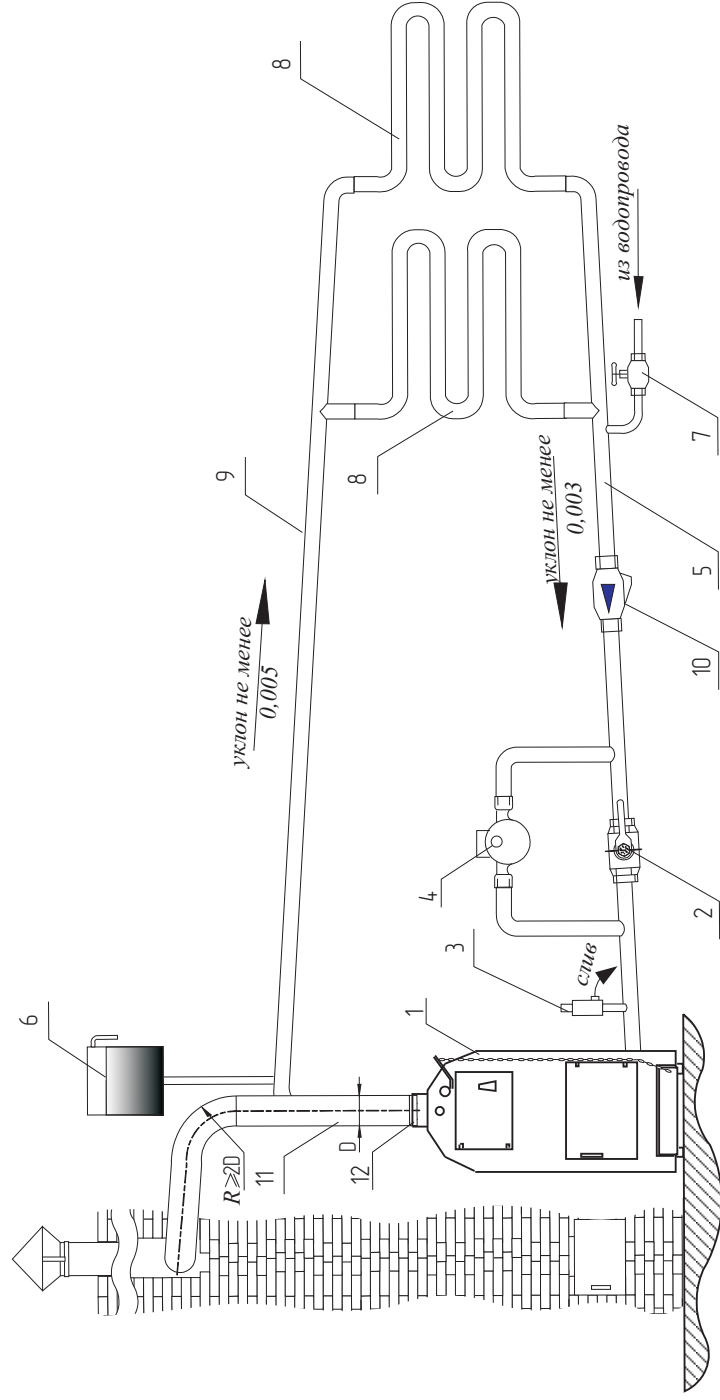

Рис. 1. Рекомендуемая схема разводки трубопроводов системы отопления
6.6. Присоединить трубу дымоотводящего канала (поз.11 рис.1) к обечайке дымохода котла (поз.12 рис.1). Место присоединения промажьте глиняным или цементным раствором.
6.7. По своим конструктивным данным при правильно организованной системе отопления, котел может работать в условиях естественной циркуляции теплоносителя (без насоса). В случае установки котла в отдельном помещении, или выше нижней точки обратного трубопровода, монтируйте систему отопления как показано на рис.1 (с насосом).
6.8. Согласно Рис.1 установите распределитель с циркуляционным насосом (поз.4). Насос устанавливается на трубопровод, имеющий надежное заземление. Перед включением в сеть проверить состояние изоляции токоведущего кабеля, целостность и исправность переключателя скоростей.
6.10. На распределителе установлен кран ДУ-50 (поз.2 рис. 1). При работающем насосе кран должен находиться в закрытом состоянии. При отсутствии электроэнергии насос останавливается. Для перехода на естественную циркуляцию воды по отопительной системе необходимо открыть кран и выключить насос.
6.11. В верхнюю точку трубопровода отопления присоединяется расширительный бак (поз.6 рис. 1). Подбор расширительного бака необходимо вести с учетом особенностей и объема отопительной системы (этажности, количества ветвей системы и т.д.).
6.12. Для подпитки системы к трубопроводу обратной воды подвести трубопровод от водопровода холодной воды с установкой вентиля (поз.7 рис.1).
1. При присоединении дымоотводящего канала к котлу, труба (поз. 12 рис. 1) должна плотно одеваться на обечайку (поз. 13 рис. 1) дымохода котла. Допускается уплотнить щель огнестойким материалом (глина, базальтовый картон и т.п.).